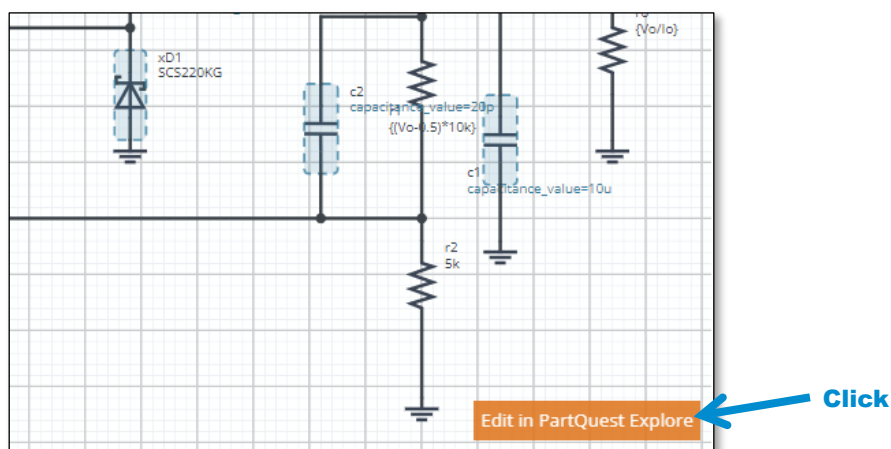

Figure 4. 回路図の右下にある 'Edit in PartQuest Explore' をクリックすると PartQuest™ Explore へ回路データを自動的にエクスポートします
1. 回路図の右下にある 'Edit in PartQuest Explore' をクリックすると PartQuest™ Explore へ回路データを自動的にエクスポートします (Figure 4)。